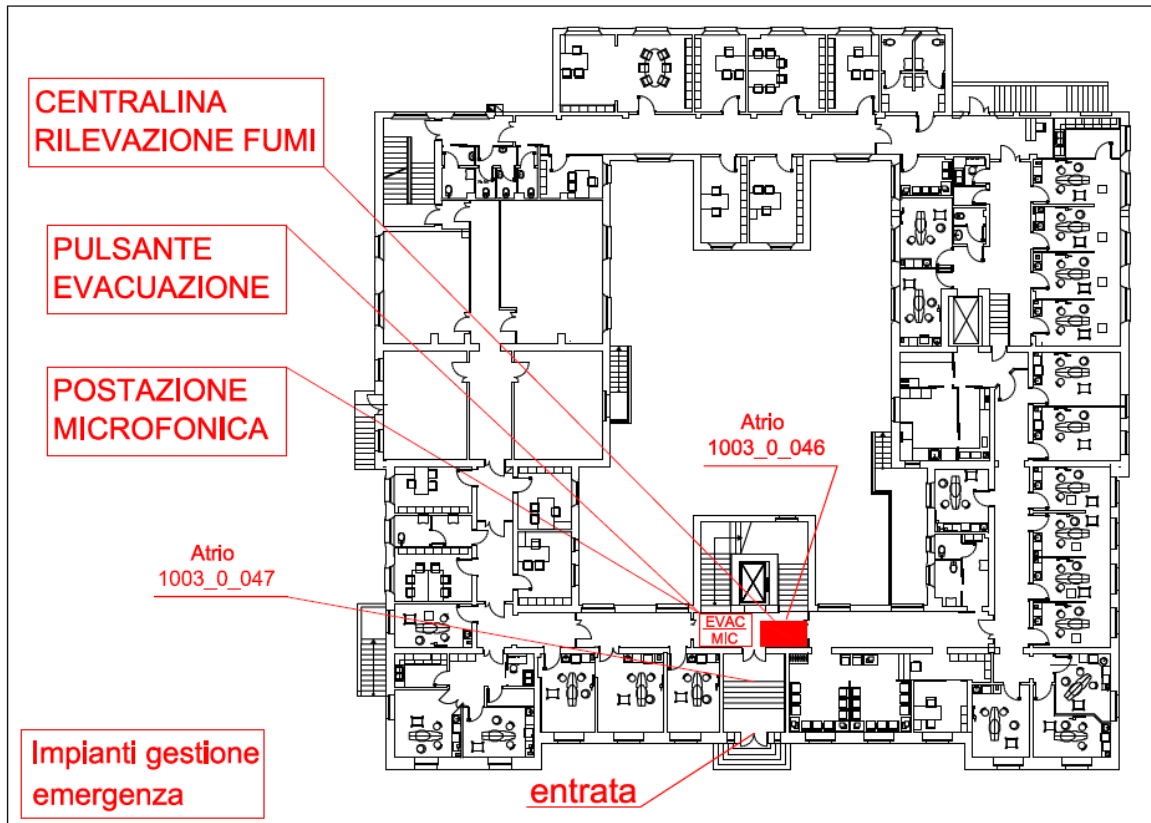

Figura 1. Impianti gestione emergenze.
La struttura è dotata di un sistema di allarme automatico per la rilevazione e segnalazione di incendi. L'impianto è costituito da una centrale di comando ubicata nell'atrio al piano rialzato (locale 1003_0_046, vedi p.to 3.3 - Figura 1), da rilevatori di fumo (nei locali ove previsti dalla norma), da pulsanti manuali e da targhe ottico/acustiche.
Per la gestione dell'emergenza e dell'evacuazione è inoltre presente un impianto di diffusione sonora con altoparlanti la cui centrale di comando è posizionata nel vano scala (locale 1003_0_047, vedi p.to 3.3 - Figura 1) e la postazione microfonica nell'atrio (locale 1003_0_046, vedi p.to 3.3 - Figura 1).
Il messaggio può essere attivato manualmente premendo il pulsante "EVAC" presente sulla postazione microfonica nel corridoio (vedi p.to 3.3 – Figura 1).
Come anticipato nel punto 3.1, la struttura è dotata di un sistema di allarme automatico per la rilevazione e segnalazione di incendi. L'impianto è costituito da una centrale di comando ubicata nell'atrio al piano rialzato lato nord (locale 1003_0_046, vedi p.to 3.3 - Figura 1), da rilevatori di fumo (in alcuni locali) e da targhe ottico/acustiche dislocate lungo i corridoi del Plesso.
Per la gestione dell'emergenza e dell'evacuazione è inoltre presente un impianto di diffusione sonora con altoparlanti costituito da una postazione microfonica posizionata nell'atrio al piano rialzato lato nord-atrio 1003_0_046 la cui centrale di comando si trova nell'atrio 1003_0_047 (vedi p.to 3.3 - Figura 1).
- effettua la chiamata ai **Vigili del Fuoco (115)** e se necessario **dell'autoambulanza (118)**;
- ordina l'evacuazione dell'edificio (**messaggio preregistrato di evacuazione**) premendo il pulsante "EVAC" presente sulla postazione microfonica nell'atrio al piano rialzato (vedi p.to 3.3 – Figura 1);